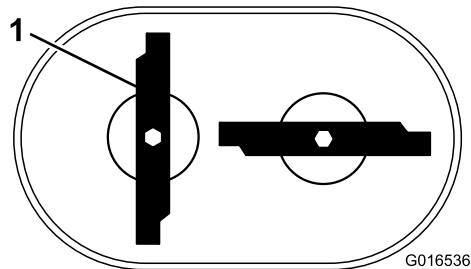

Figuur 40
2. Ondersteun de messen met een plank en draai de mesbout rechtsom met een momentsleutel zoals in Figuur 40; draai elke mesbout vast aan tot 81 N·m.